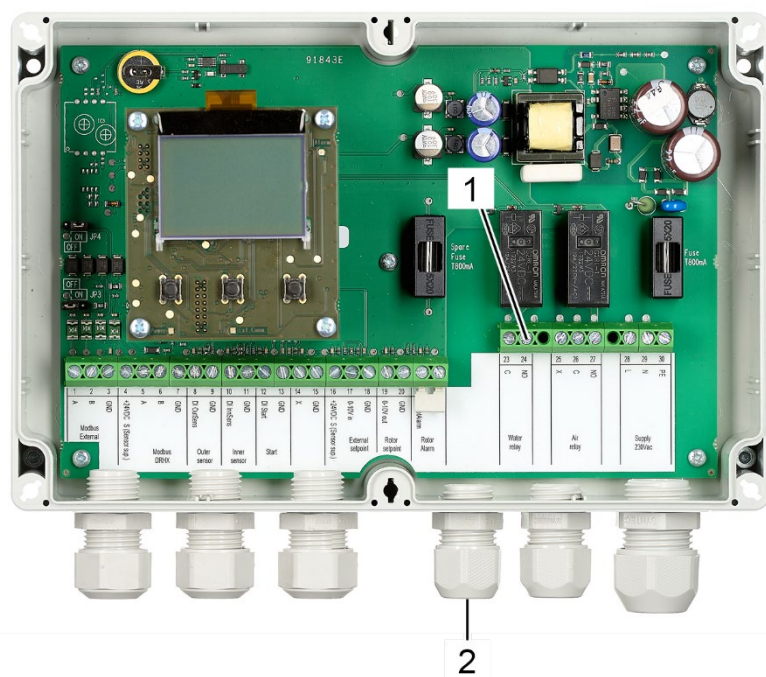

Figura 90: Terminales del relé del agua
27. Pase el cable del relé del agua (línea de alimentación y conductor neutro) a través del prensaestopas (Figura 90/2).
28. Conecte el cable de alimentación del relé del agua al terminal 24 (Figura 90/1, NO).
29. Conecte el conductor neutro del relé del agua al terminal del cable donde está conectado el conductor neutro (N) del cable de alimentación de 230 V.